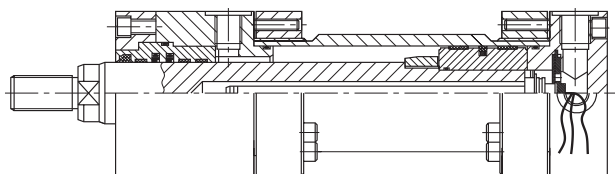

Fig. 1 Potenciómetro lineal.
(A) POTENCIOMETRO LINEAL POTENTIOMETER TYPE TRANSDUCER (Fig. 1)